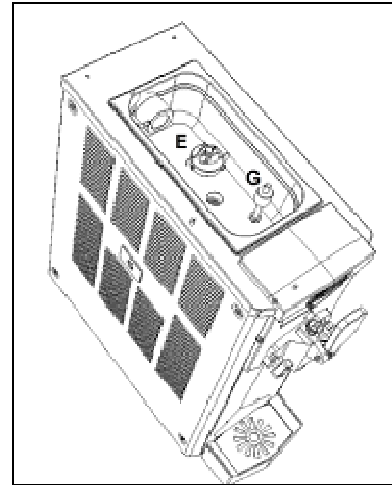

Abb. 12
- Aus der oberen Wanne alle noch darin befindlichen und in Abb. 12 angegebenen Bauteile entfernen: